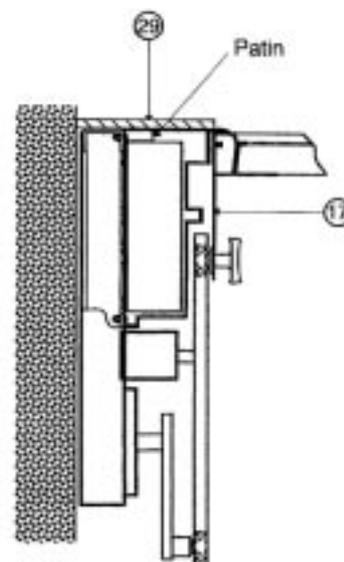

Figure 19
- il est possible d'habiller les façades des piles (29) (tôles nervurées, lames bois, ..) à l'aide de rivets Pop ou de vis en prenant soin de ne pas placer de fixation en face des patins de contrepoids - figure 19.